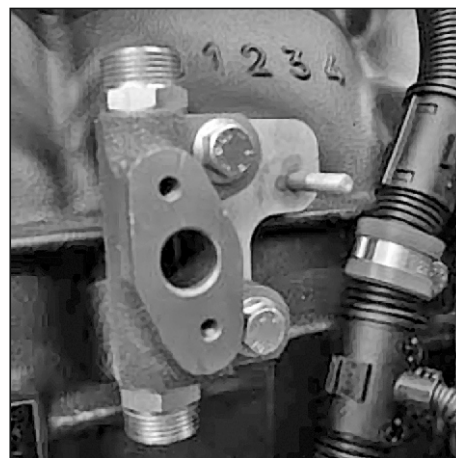

Рис. 132. Установка корпуса датчика давления и температуры топлива.
4. Установить корпус датчика давления и температуры топлива вместе с кронштейном крепления топливных трубок (см. Рис. 132).